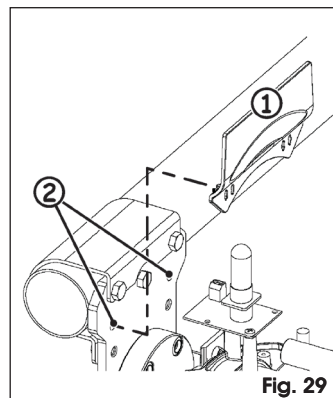

Fig. 29
- Posizionare il carter posteriore del piatto porta-asta, Fig. 29 rif. ①, agganciandolo nei due fori liberi presenti sul piatto, Fig. 29 rif. ②.